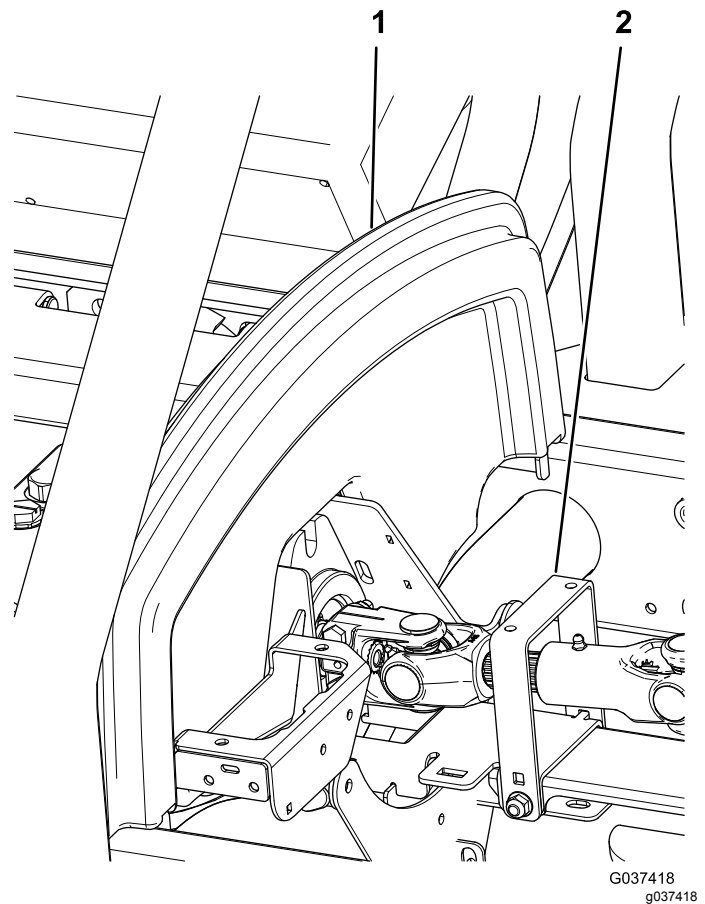

図 1
2. 運転席を倒し、フードをあげ、フード用サドルを取り外す 図 1。
3. 駆動ラインガードを取り外す 図 1。
16. 駆動ラインガードを取り付ける 図 1。
17. フード用サドルを取り付け、運転席を元通りにする 図 1。